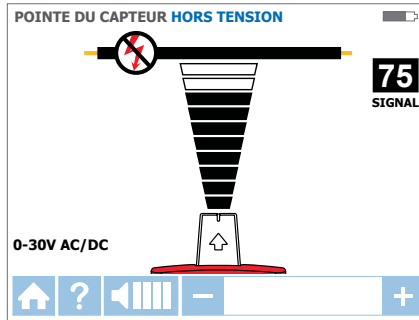

Figure 3.2c : Récepteur indiquant le signal détecté en mode CAPTEUR DE POINTE hors tension
4. Balayez la zone cible avec le capteur de pointe pour trouver le niveau de signal le plus élevé (Figure 3.2c). En traçant, réglez de temps en temps la sensibilité pour maintenir l'intensité du signal autour de 75. Augmentez ou diminuez la sensibilité en appuyant sur + ou - sur le clavier numérique. Si le signal est trop fort pour une localisation précise, passez le transmetteur en mode FAIBLE.